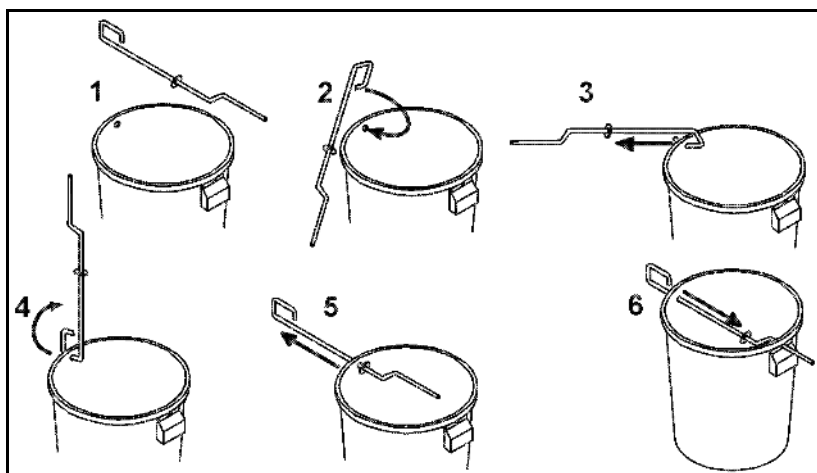

Bild 40
För en exakt, verktygslös inställning av de enskilda spridarskovelinställningarna finns det på varje spridarskovel två helt olika skalor (Bild 40/1 och Bild 40/2).
- Den kortaste spridarskovel (Bild 40/3) är för skalan (Bild 40/1) med värden från 5 till 28 och den längre spridarskovel (Bild 40/4) för skalan (Bild 40/2) med värden från 35 till 55.
- För den korta spridarskovel (Bild 40/3), läs av inställningsvärdet på avläsningskanten (Bild 40/5).
- För den långa spridarskovel (Bild 40/4), läs av inställningsvärdet på avläsningskanten (Bild 40/6).
- Att svänga spridarskovel till ett högre talvärde på skalan (Bild 40/1 resp. Bild 40/2) ger en ökning av arbetsbredden.